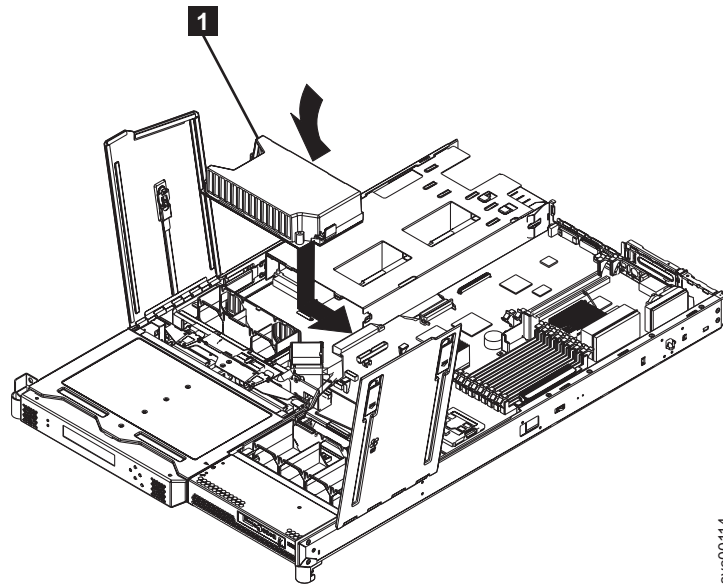

図 135. 電源バックプレーンの交換
1. SAN ポリウム・コントローラー 2145-8F2 または SAN ポリウム・コントローラー 2145-8F4 の所定の位置で電源バックプレーンを下げ、システム・ボードに接続するように右方にスライドします。図 135 を参照してください。